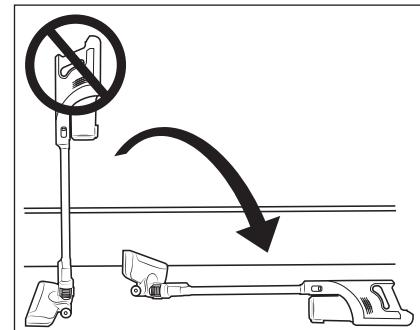

Fig. 9
- Les orifices d'aspiration de l'appareil et de la brosse de sol ②, et le tube d'aspiration ④ doivent être dégagés à tout moment et ne doivent pas être obstrués. Les obstructions entraînent une surchauffe et endommagent le moteur.
- Assurez-vous que le filtre EPA ⑤ est toujours correctement placé avant d'utiliser l'appareil.
- Ne placez pas l'aspirateur à la verticale si vous souhaitez le poser entre-temps ou ne plus l'avoir en main. Placez pour cela l'aspirateur dans le support mural ⑬ ou posez-le sur le sol (voir fig. 9 et 10). L'aspirateur risque sinon de basculer à cause de son centre de gravité haut et d'être endommagé et, dans certaines circonstances, d'endommager d'autres objets en se renversant.